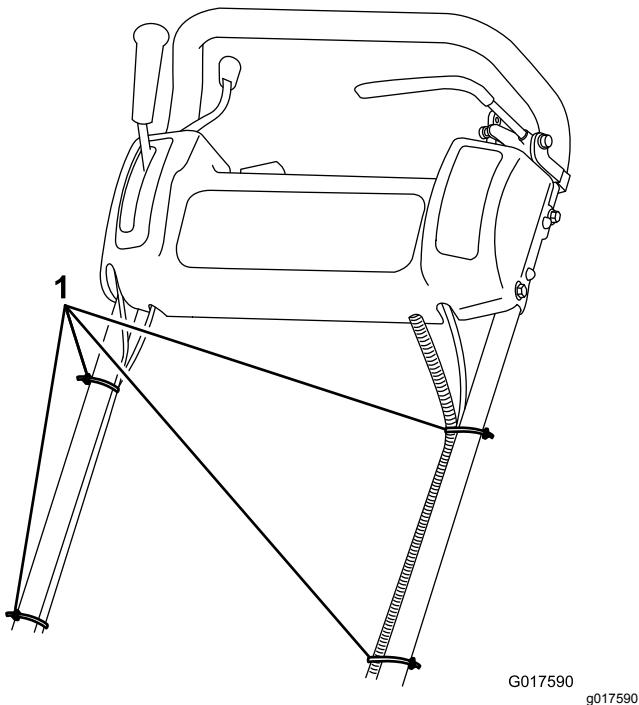

Bild 5
- Befestigen Sie die Kabel und den Kabelbaum mit Kabelbindern am Holm (Bild 5).